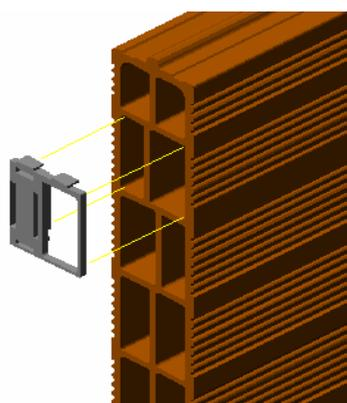

fig. 1
2. La pièce PASSE-TUBES s'encastre uniquement dans les rangées indiquées et avant d'installer chaque brique dans son emplacement définitif, sur l'une de ses extrémités, et reste fixé grâce à la forme de ses pattes (voir fig. 1 et 2).